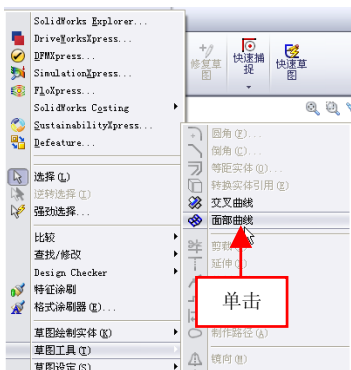

图 2-50 单击【面部曲线】命令
(2) 单击【草图】选项卡中的【3D 草图】按钮, 进入 3D 草图绘制环境, 在菜单栏中单击【工具】|【草图工具】|【面部曲线】命令, 如图 2-50 所示。